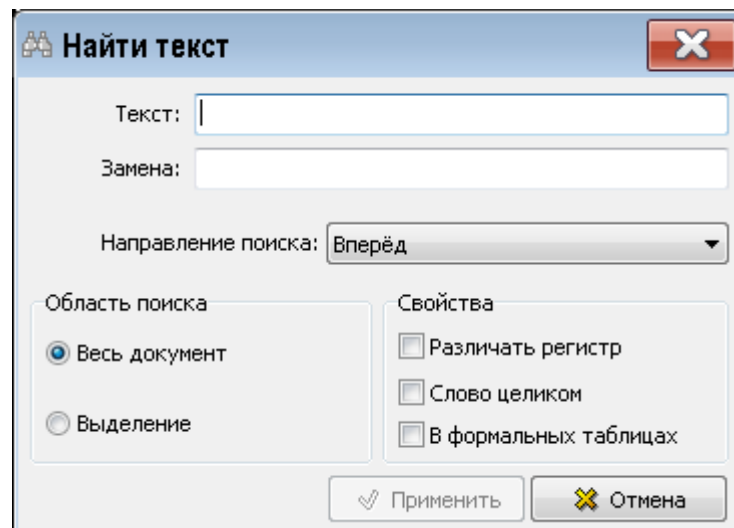

Рисунок 290
1) Нажмите на кнопку «Заменить». После этого появится окно **Найти текст** (рисунок 290).
2) В окне **Найти текст** в поле «Текст» введите фрагмент текста для поиска, в поле «Замена» введите фрагмент текста для замены (рисунок 290).